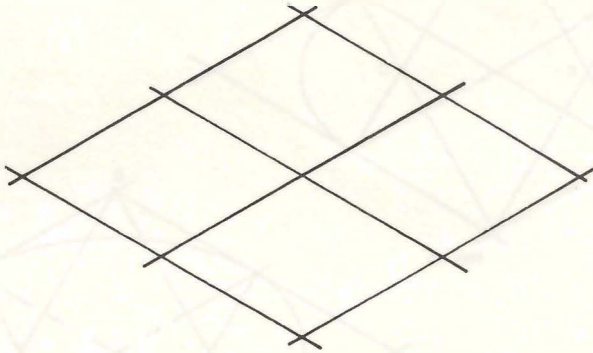

FIG. 26
3. Por cada punto marcado sobre las líneas, trace paralelas a las dos primeras líneas isométricas, obteniendo el cuadrado en dibujo isométrico. Fig. 26.